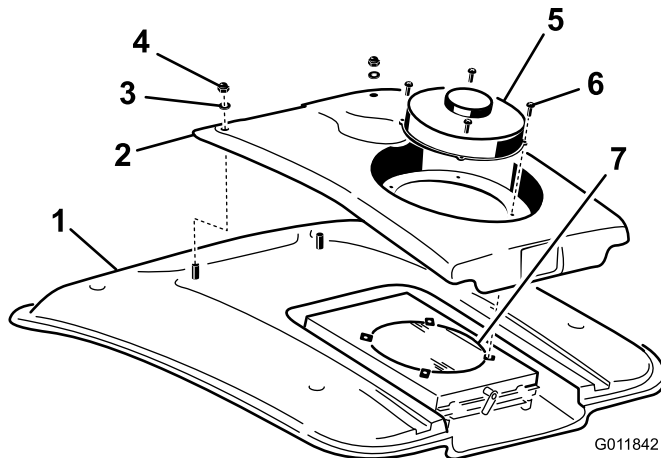

Figura 87
2. Rimuovete le (4) viti che fissano la ventola e il coperchio del condensatore al supporto della ventola (Figura 87).
4. Rimuovete i due dadi e le due rondelle che fissano la parte anteriore del coperchio del condensatore al tetto della cabina (Figura 87).
8. Pulite accuratamente il condensatore dell'aria condizionata con aria compressa (Figura 87).